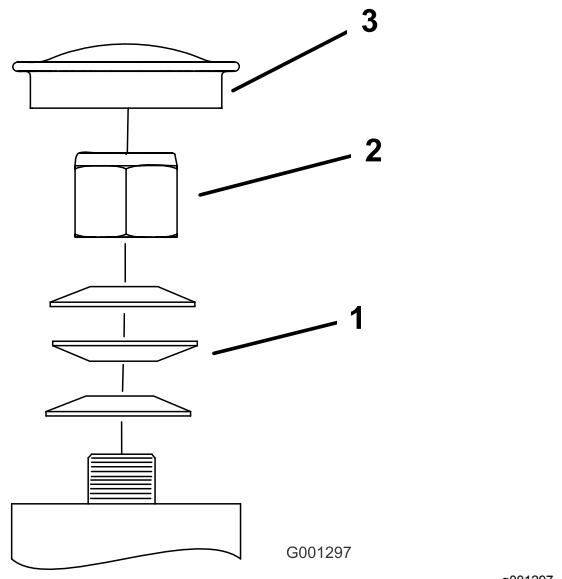

Figure 77
3. Retirez le couvre-moyeu de la roue pivotante et serrez le contre-écrou (Figure 77).
4. Continuez de serrer le contre-écrou jusqu'à ce que les rondelles élastiques soient aplatis, puis desserrez-le d'un quart de tour pour obtenir la précharge correcte des roulements (Figure 77).
**Important:** Veillez à placer les rondelles élastiques comme montré à la Figure 77.
5. Reposez le couvre-moyeu (Figure 77).